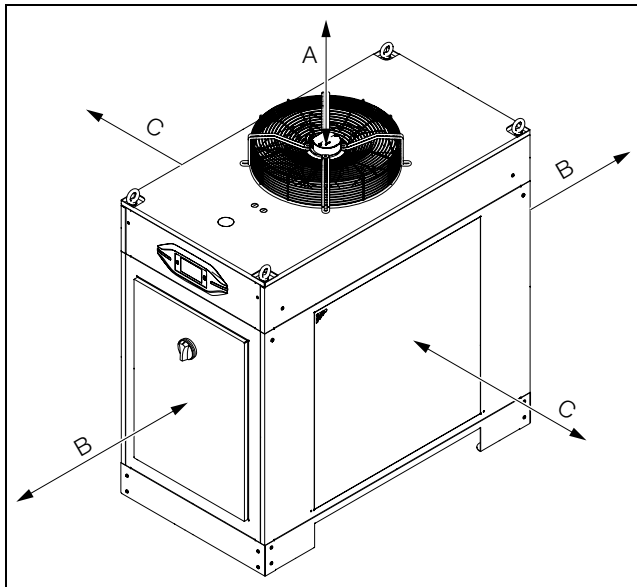

Fig. 19 : distances minimales
- L'ouverture en haut du refroidisseur d'eau doit rester libre pour l'évacuation sans entraves de l'air chaud (voir fig. 19). Afin de raccorder les conduites d'alimentation et de faciliter les opérations d'entretien et de réparation, les distances minimales indiquées sur la fig. 19 doivent en outre être respectées.
- Ces distances minimales sur la fig. 19 doivent également être respectées pour éviter un « court-circuit d'air » (mélange de l'air sortant avec l'air entrant) et ainsi garantir la pleine puissance frigorifique.